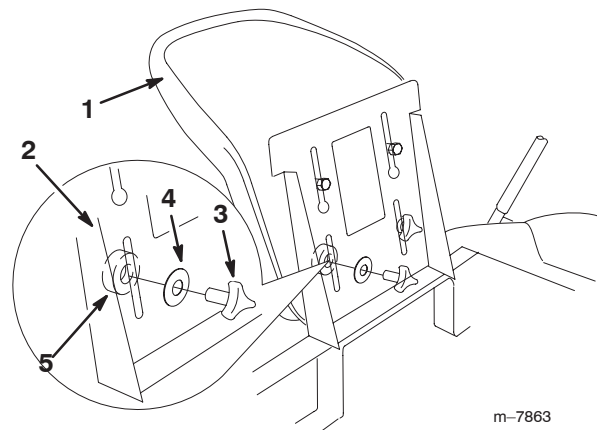

Figure 6
4. Fixez le siège au support à l'aide des entretoises, des rondelles plates (5/16 pouce) et des boutons (Fig. 6).
Important Assurez-vous que les entretoises se trouvent entre le siège et le support, et que les boutons passent à travers les rondelles, le support, les entretoises et jusqu'au siège (Fig. 6).